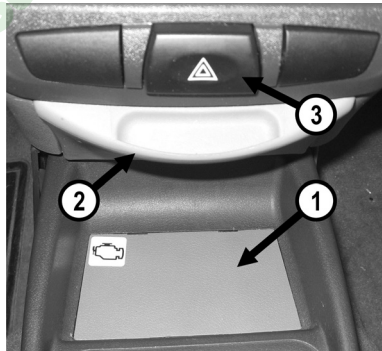

Рис.2 Место установки БК
-Установка БК производится вместо заглушки тоннеля пола. Извлеките заглушку тоннеля пола (**поз.1, Рис.2**).
-Отверните 4 винта крепления крышки (**поз.2, Рис.2**) пепельницы передней и снимите её для доступа к колодке выключателя аварийной сигнализации.
-Отсоедините колодку выключателя (**поз.3, Рис.2**) аварийной сигнализации: